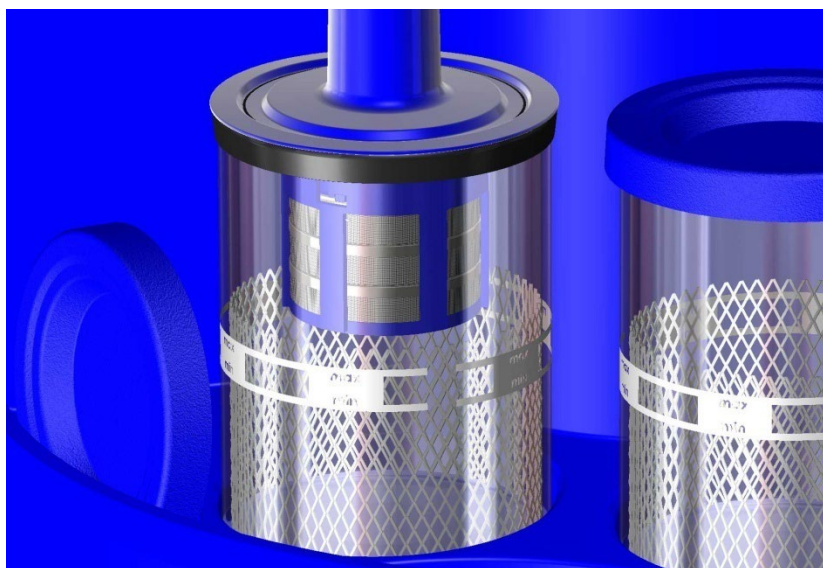

Fig. 3.8.4. Position Essorage (Position médiane)
- Position médiane (dans le réservoir de fluide – au-dessus du fluide de nettoyage/de rinçage): Position Essorage (*Fig. 3.8.4.*).